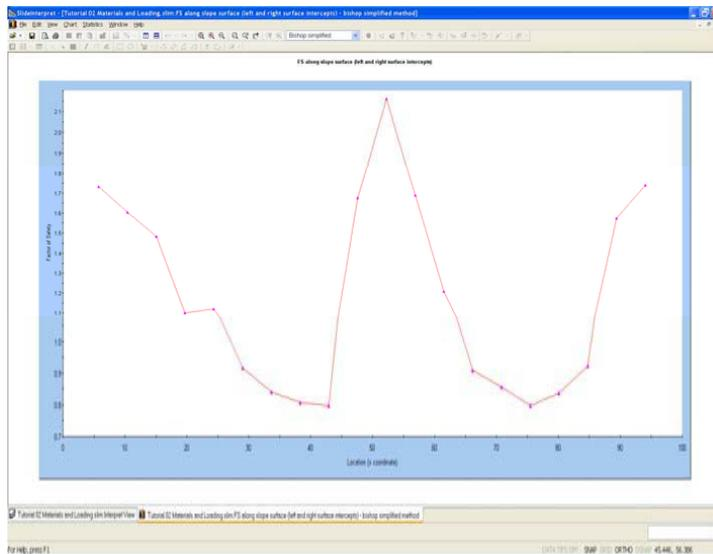

Figura 2-12: Factor de seguridad a lo largo de la superficie del talud (Factor of safety along slope surface)
Un gráfico de factor seguro, como la Figura 2-12, puede ser utilizado para ayudar a mejorar una búsqueda crítica de la superficie, con la opción Definir Límites del Talud (Define Slope Limits), tal como se sugirió en el siguiente ejercicio opcional.
2. Use la ventana Definir Límites del Talud (Define Slope Limits) (ver el tutorial de Inicio Rápido(Quick Start tutorial) ), para definir dos sets de Límites del Talud, que corresponden aproximadamente a las áreas bajas del factor de seguridad del gráfico en la Figura 2-12.